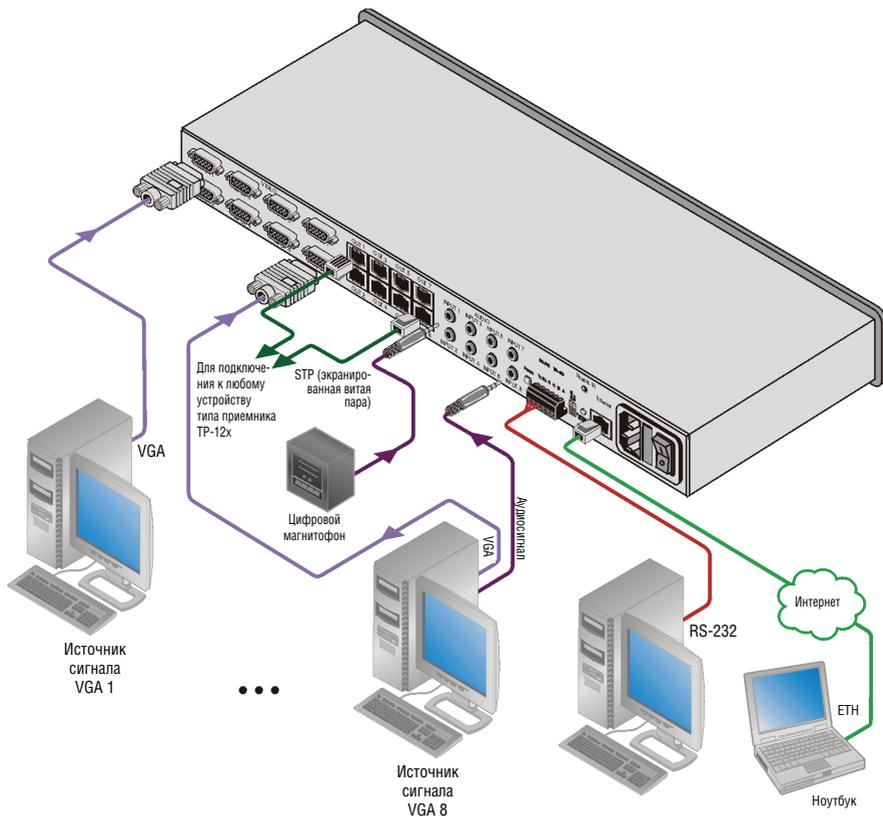

Рис.3. Подключение матричного коммутатора 8x8 VGA/аудиосигнала VP-8x8TP
Для подключения VP-8x8TP в соответствии с примером 2, изображенным на рис. 3 (нет необходимости подключать все входы и выходы):
5. Подключите сетевой шнур (на рис. 3 не показан). Рекомендуем пользоваться только сетевым шнуром из комплекта поставки устройства.